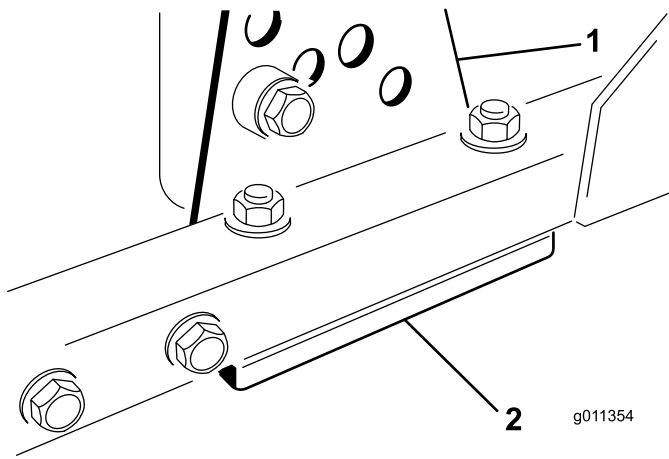

图66
1. 从刀盘架上拆除剪草高度支架（前、左或右）（图66）。
2. 在刀盘架与剪草高度支架之间增、减 1.5mm 薄垫片和/或 0.7mm 薄垫片，以达到所需的高度设置（图66）。